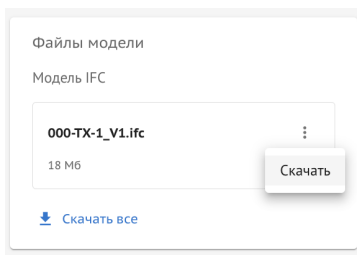

Рисунок 39. Скачивание файла модели
3. Выбрать “Скачать” (Рисунок 39)